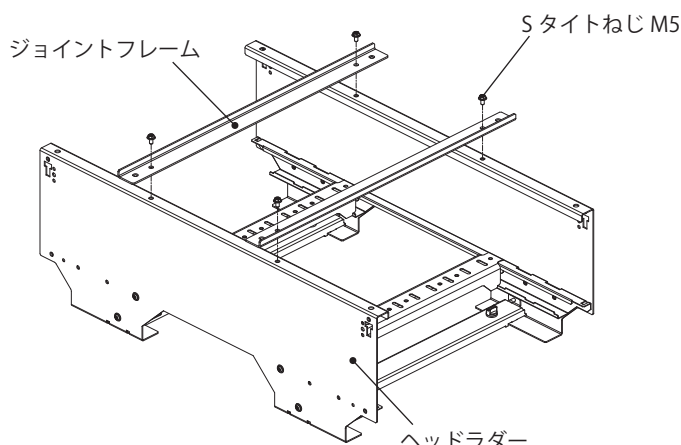

図 1
1. ジョイントフレームをヘッドラダーの上面に付属の S タイトねじ M5 で固定してください。(図 1)